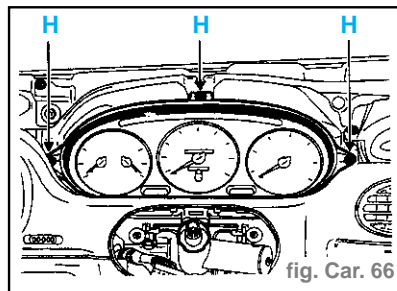

fig. Car. 66
- Déposer le tableau de bord (3 vis) (H) (fig. Car. 66).